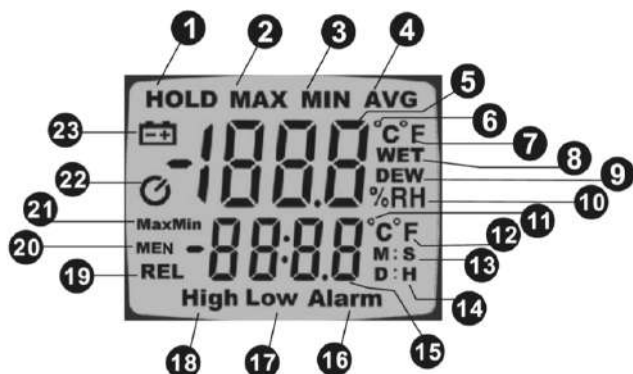

Рис.1
ОПИСАНИЕ ДИСПЛЕЯ (Рис.1)
1. При включении прибора клавишей  активируется функция энергосбережения, выключающая устройство после 5-ти минут бездействия. На дисплее при этом будет отображен соответствующий индикатор (см. п.22, Рис.1).
2. При нахождении прибора во включенном состоянии, нажмите одновременно клавиши  и . Функция энергосбережения будет деактивирована и прибор не будет сам отключаться, пока пользователь не выключит его клавишей . На дисплее при этом исчезнет соответствующий индикатор (см. п.22, Рис.1). При следующем включении прибора функция энергосбережения будет снова активна.
1. В режиме обычных измерений нажимайте однократно клавишу  для переключения по кругу измеряемых показателей (результаты измерений будут отображаться на дисплее на месте основных показаний (см. п.5, Рис.1)):
2. Температура сухого термометра в режиме обычных измерений всегда отображается в нижней части дисплея (см. п.15, Рис.1).
1. В режиме обычных измерений нажмите и удерживайте в течении 1-й секунды клавишу . Прибор перейдет в режим вычисления максимального, минимального и среднего значений из серии измерений. На дисплее будет отображен индикатор **MinMax**. В нижней части дисплея (см. п.15, Рис.1) будет отображаться время проведения серии измерений.
1. При нахождении прибора в режиме обычных измерений нажмите однократно клавишу . Прибор перейдет в режим относительных измерений, т.е. будет вычисляться разница между текущим результатом измерений и последним значением, полученным до нажатия на клавишу . На дисплее при этом будет отображен соответствующий индикатор **REL**. В нижней части дисплея (см. п.15, Рис.1) будет отображена относительная температура сухого термометра.
На месте основных показаний (см. п.5, Рис.1) будет отображаться относительное значение измеряемого показателя, выбранного клавишей  (относительная влажность, температура точки росы или температура влажного термометра).